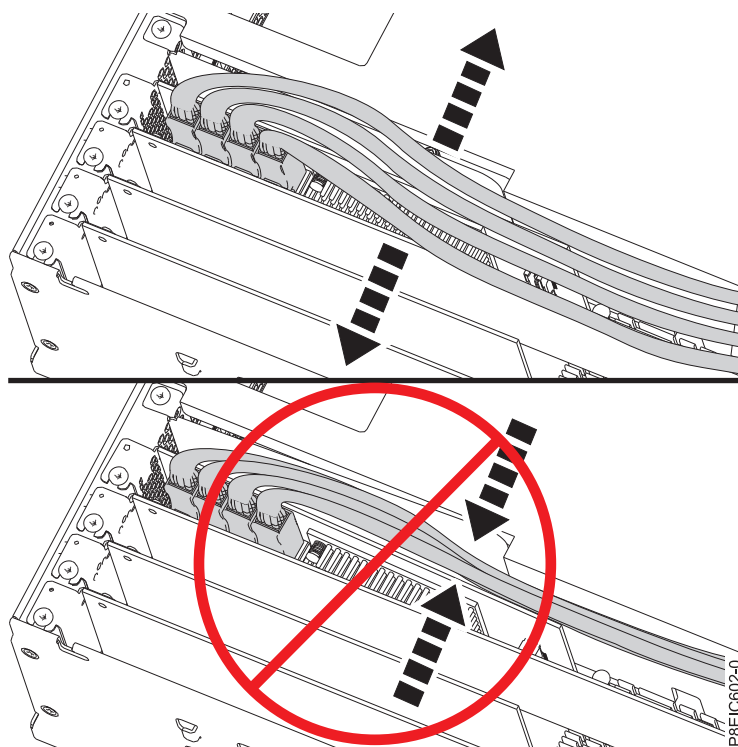

図 48. ディスク・ドライブ信号ケーブルの配線
- ケーブルを分散させて、ケーブルをはさみず保守アクセス・カバーを閉じることができるようにします。図 48 を参照してください。